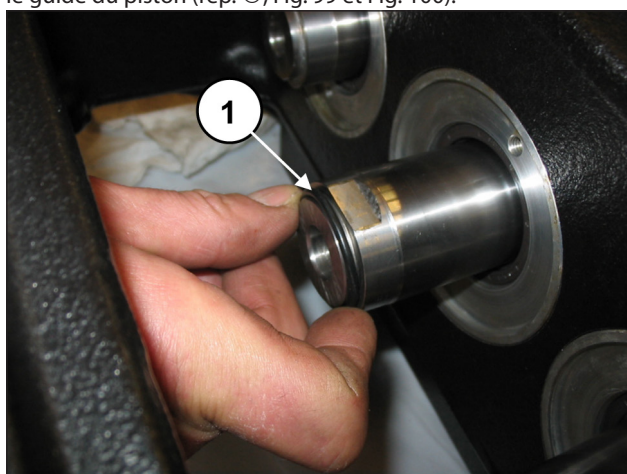
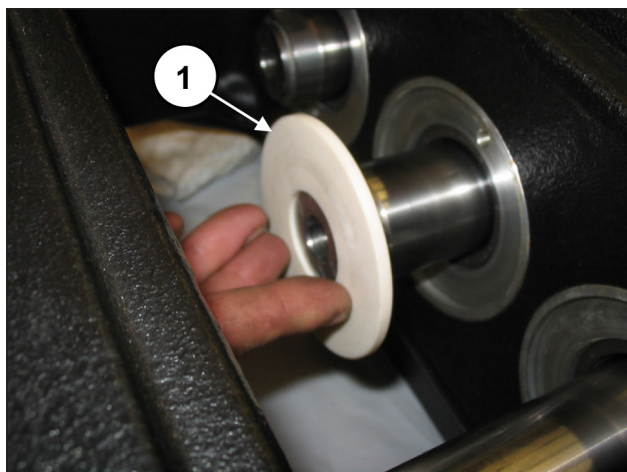

Fig. 99
Fig. 100
Placer les bavettes avec leur joint torique dans le logement sur le guide du piston (rep. ①, Fig. 99 et Fig. 100).